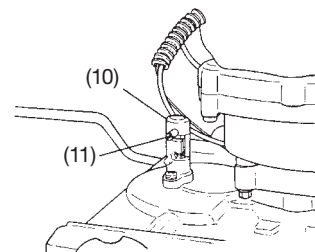

Fig. 8
- 6) Als de boor tijdens het graven blijft steken en moeilijk uit de grond getrokken kan worden, zet de motor dan stop en vergrendel de boor met de borgpen, zodat het werk soepeler verloopt. (Fig. 8)